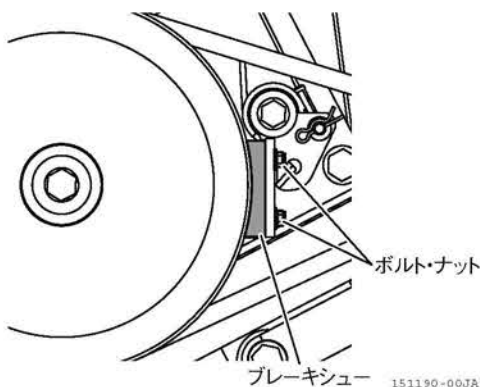

図 4-25
4. ブレーキシューを固定しているボルト (六角穴付)・ナット (各2個) をゆるめます。(図 4-25)